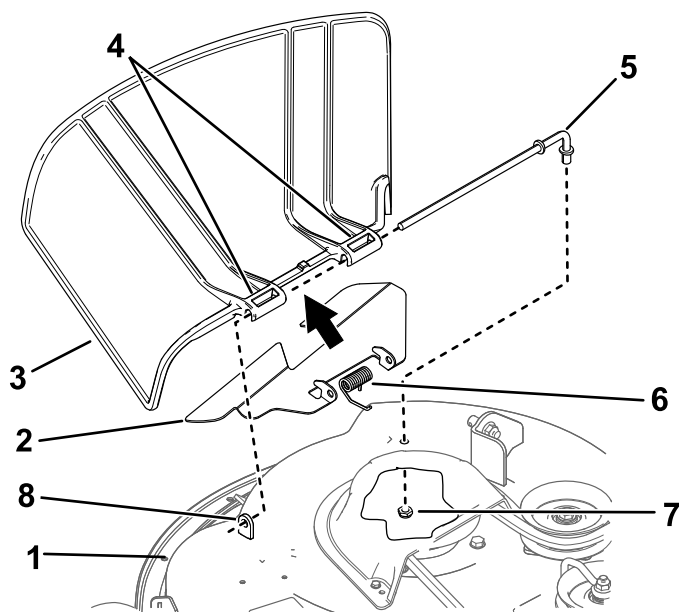

Figura 74
1. Togliete il dado ($\frac{3}{8}$ ") dall'asta sottostante il tosaerba (Figura 74).
2. Estraete l'asta dal distanziatore corto, dalla molla e dal deflettore, e dal perno del deflettore dell'erba (Figura 74).
4. Montate il deflettore dell'erba tagliata nuovo (Figura 74).
7. Fate scorrere l'asta attraverso il secondo perno del deflettore dell'erba (Figura 74).
9. Fissate l'estremità posteriore dell'asta nel tosaerba con un dado ($\frac{3}{8}$ "), come mostrato in Figura 74.